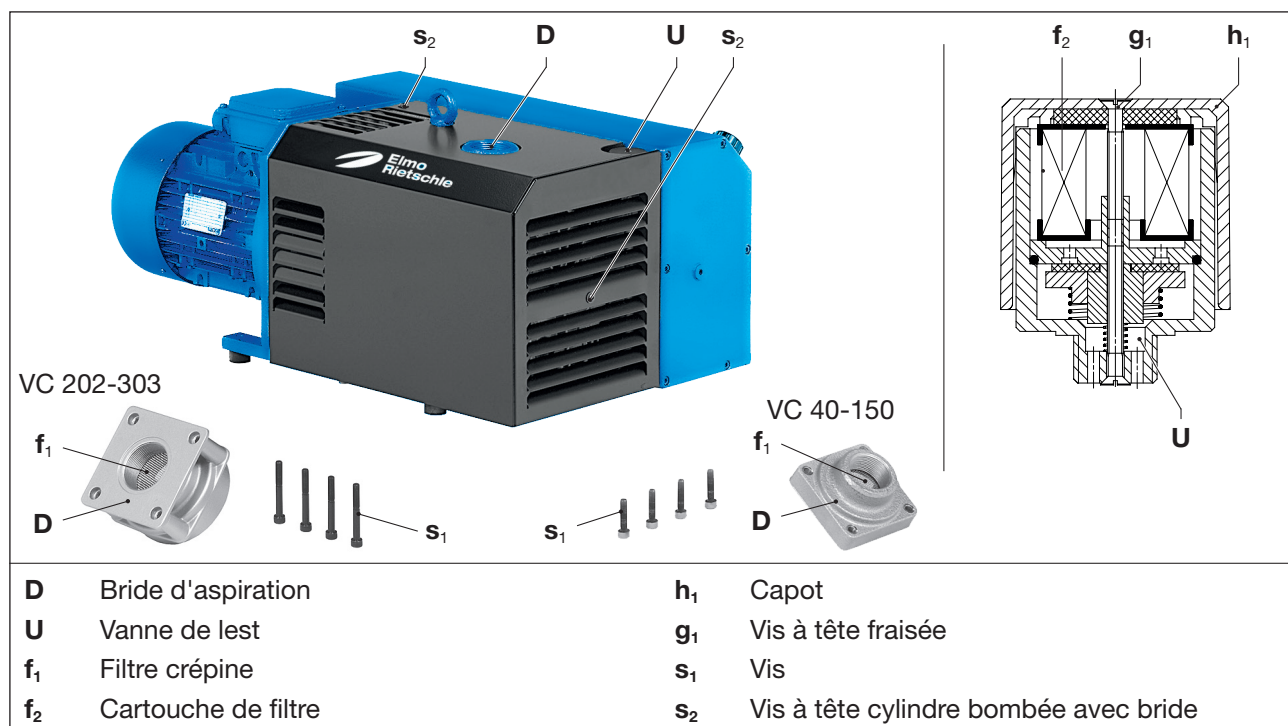

Fig. 6 Filtre crépine et vanne de lest
Le filtre crépine (Fig. 6/f1) doit être nettoyé par lavage ou remplacé plus ou moins souvent selon le degré d'impureté de la substance aspirée.
- b) **VC 40-150** : Desserrez deux vis à tête cylindrique bombée avec bride (Fig. 6/s2) sur le capot et retirez le capot. Retirez la bride d'aspiration (Fig. 6/D) après avoir desserré les quatre vis (Fig. 6/s1).
**VC 202-303** : Retirez la bride d'aspiration (Fig. 6/D) après avoir desserré les quatre vis (Fig. 6/s1).
- c) Nettoyez le filtre crépine (Fig. 6/f1).
- e) Mettez en place la bride d'aspiration (Fig. 6/D) et fixe-la à l'aide des vis (Fig. 6/s1).
VC 40-150 : Remontez le capot à l'aide des deux vis à tête cylindrique bombée avec bride (Fig. 6/s2).
Les pompes fonctionnent avec une vanne de lest (Fig. 6/U). Il faut nettoyer la cartouche de filtre intégrée (Fig. 6/f2) plus ou moins souvent selon de degré de contamination de la substance qui le traverse.
- a) Desserrez la vis à tête fraisée (Fig. 6/g1) et retirez le capot en plastique (Fig. 6/h1) pour extraire les éléments du filtre et les nettoyer.
- b) Nettoyez la cartouche de filtre (Fig. 6/f2) par lavage ou remplacez-la.
- c) Introduisez la cartouche de filtre (Fig. 6/f2) dans la vanne, mettez en place le capot en plastique (Fig. 6/h1) et fixez-le à l'aide de la vis à tête fraisée (Fig. 6/g1). Serrez la vis à la main.